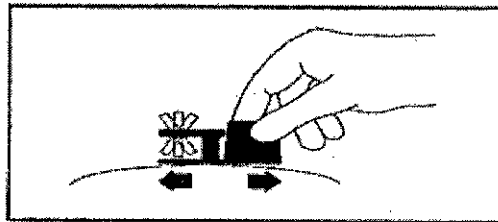

Figura 3
- Coloque el localizador MAGNA-FINDER™ en el tejido recubriendo el expansor tisular **NATRELLE™ 133** implantado. Mueva lentamente la base del MAGNA-FINDER™ hacia delante y hacia atrás sobre la superficie del tejido, como se muestra en la figura 3. El imán del MAGNA-FINDER™ indicará la posición del punto de inyección sobre un plano.